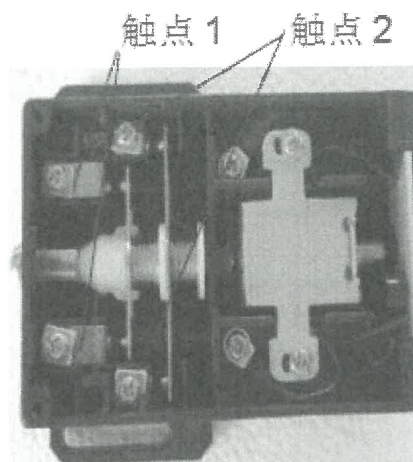

图 3
2.3.2. 双触点带远程复位开关结构示意(图 3)。复位电磁铁的连续通电时间应 ≤ 30 秒，连续通电间隔时间应大于 10 分钟。